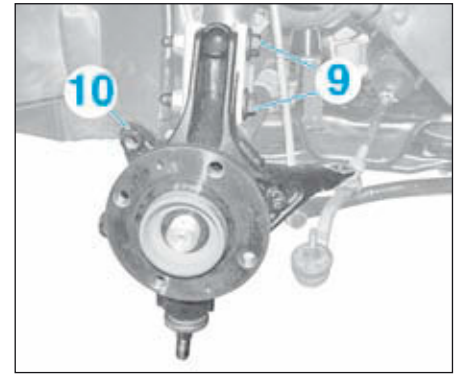

FIG.21
• Déposer les vis (9) (Fig.21).
• Dégager le pivot (10) de la transmission et le déposer.